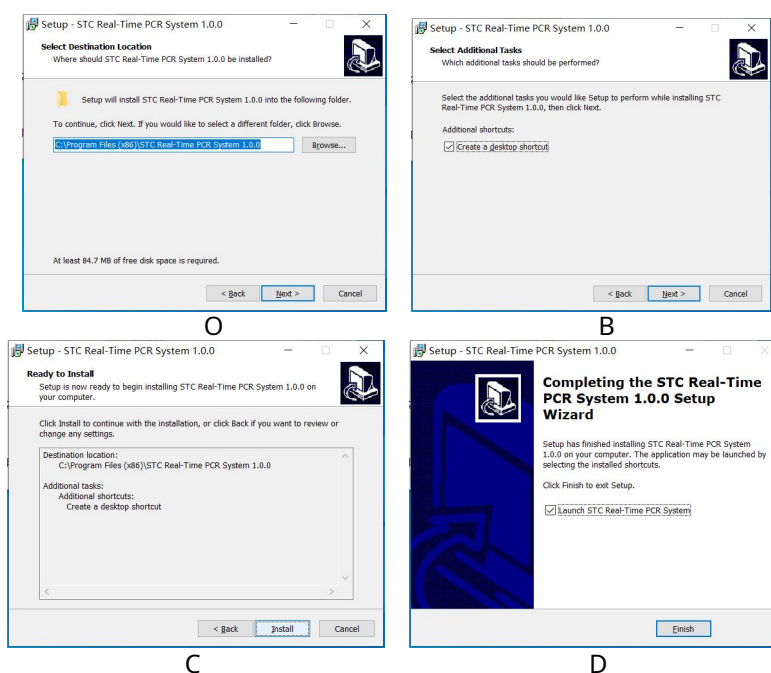

Fig 3-3
- ▶ Urmați instrucțiunile asistentului pentru a instala software-ul. Pașii specifici de instalare sunt (Fig 3-3):